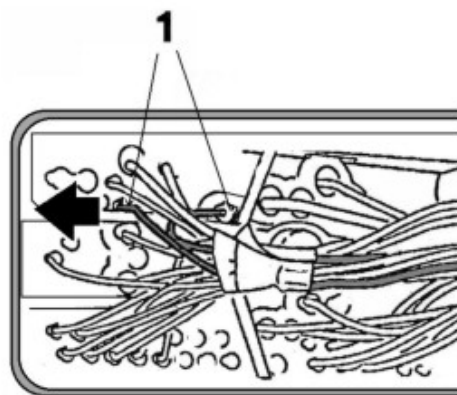

Fig. 1
5. Monter le câble de branchement dans la broche de câblage XE2 (Fig. 1).